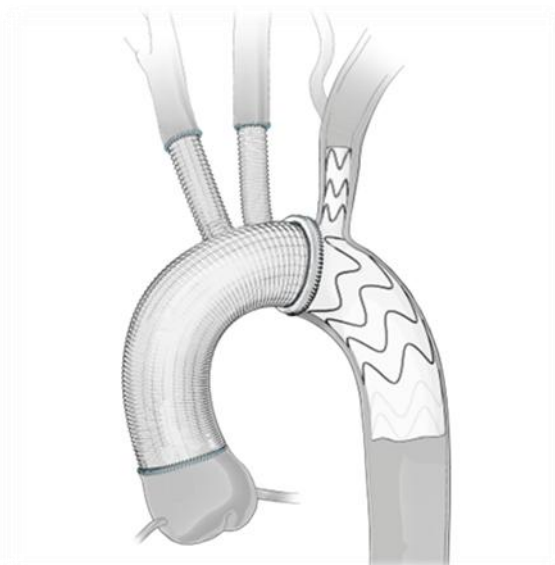

Figura 15. Raffigurazione della sostituzione completa dell'arco con impianto Arcevo™ LSA
11.5.2 Impiantare un innesto chirurgico nell'aorta ascendente secondo il protocollo istituzionale e le istruzioni per l'uso del fabbricante dell'innesto. Eseguire l'anastomosi di un innesto chirurgico (non fornito) all'aorta sezionata e all'impianto Arcevo™ LSA con tecniche chirurgiche standard. Le anastomosi discrezionali dei rami vascolari possono essere eseguite secondo le modalità chirurgiche standard previste dal protocollo istituzionale. Vedere la **Figura 15** per la raffigurazione della procedura completa di Arcevo™ LSA con zona di atterraggio distale.